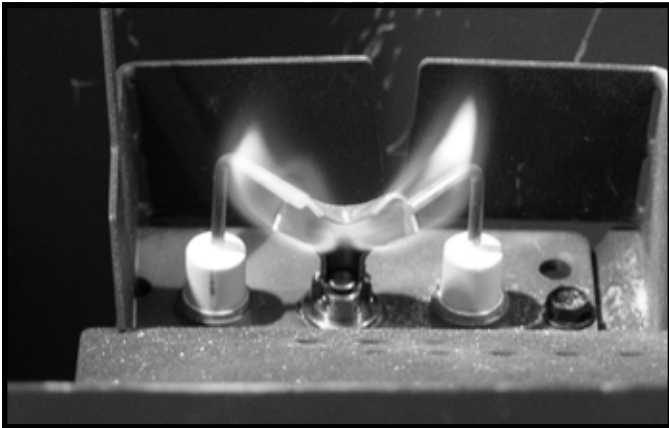

Figure 4.1. Modèles de flamme de la veilleuse IPI
- Inspectez la qualité de la flamme de la veilleuse. Voir la figure 4.1. pour un modèle de flamme de la veilleuse. Nettoyez ou remplacez l'orifice si nécessaire.